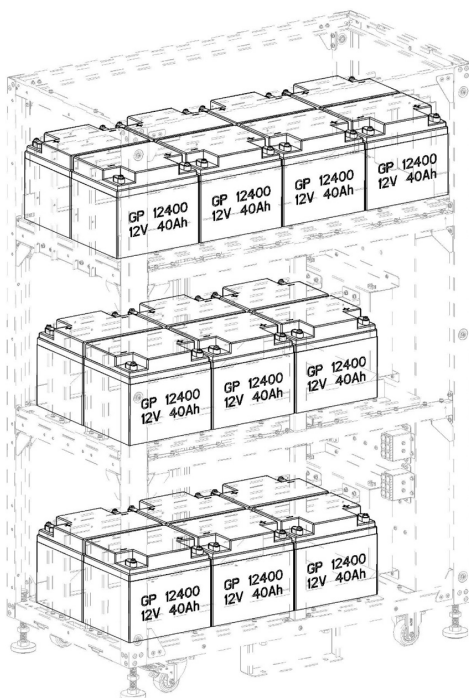

Figura 5-39
9. Vuelva a instalar las placas y tornillos de sujeción de la batería de la capa 3 (Figura 5-39).